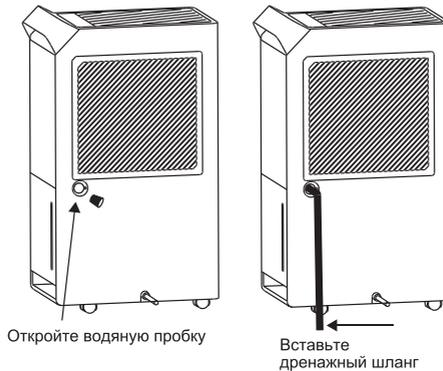

Рис. 4.
**В. Непрерывный слив** (Рис. 4). Для слива конденсата подсоедините дренажный шланг к отверстию в верхней части бака и организуйте отвод воды в специальную емкость либо в канализационное отверстие.